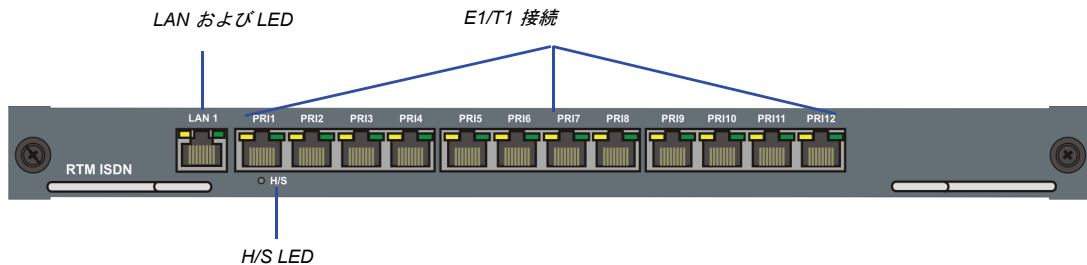

図 1-3 RMX 2000 の RTM ISDN リアパネルレイアウト
- 図 1-3 に示すように、7 本の E1 または 9 本の T1 PRI 回線を 12 個のプラグのいずれかに接続できます。